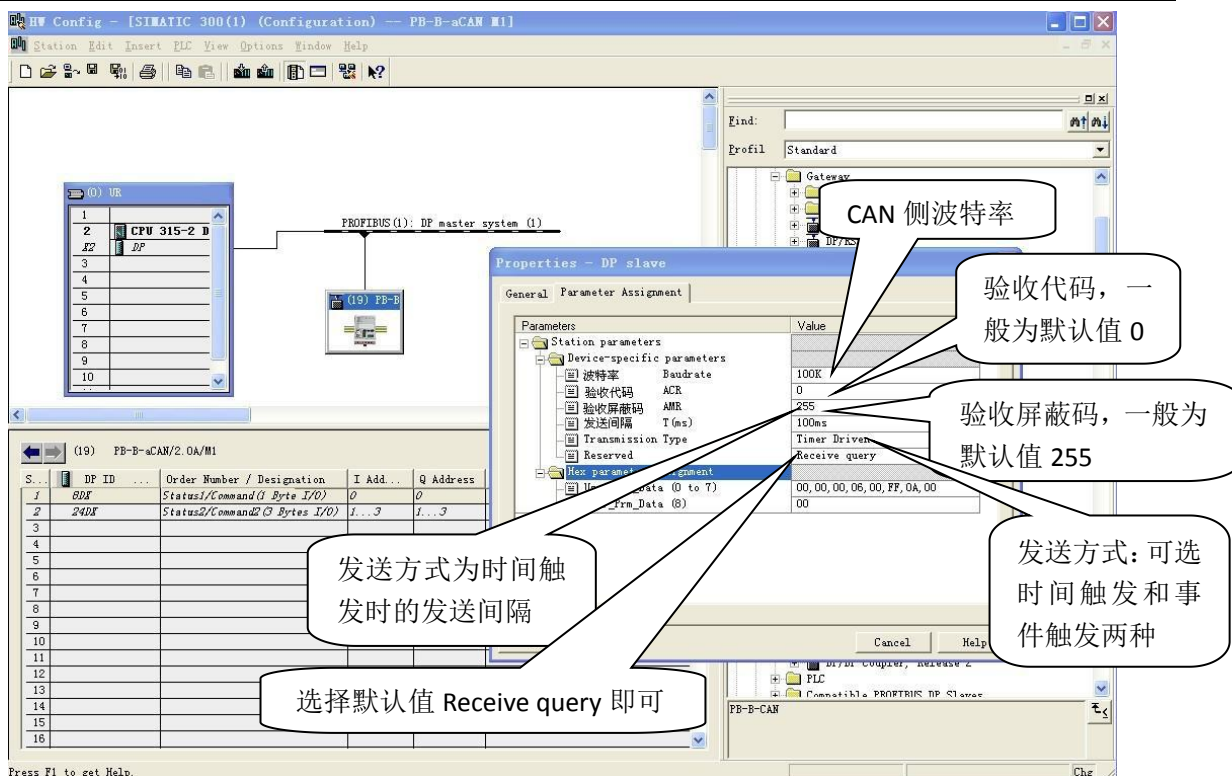

图4-8
双击 PB-B-aCAN/2.0A/M1，弹出 PB-B-aCAN/2.0A/M1 设备配置窗口，选择 Parameter Assignment，设置 CAN 波特率、验收代码、验收屏蔽码、发送间隔、发送类型等见图 4-8:
- ① 配置 CAN 波特率：选中“波特率 Baudrate”→“Value”，本产品支持 5K-1M，见图 4-8。
- ② 验收代码及验收屏蔽码：用来设置屏蔽的 ID，本产品按默认值即可。见图 4-8。
- ③ CAN 的发送间隔：当 Transmission Type 选择 Timer Driven 时，CAN 侧按照此处设定的时间间隔逐条地发送数据。可选范围：1ms-1000ms。见图 4-8。
- ④ 发送方式：选择 Timer Driven 时按照发送间隔设置的时间发送；选择 Event Driven 时为触发模式，即当 PROFIBUS 主站发送给总线桥的数据与上一次发送的有变化时，则 CAN 这边才发送数据到 CAN 总线上，转发给 CAN 设备。见图 4-8。
- ⑤ 接收方式：这里用户一般按默认来即可，即选择 Receive query。见图 4-8。
- ① 在 **Hardware catalog** 中打开**PB-B-aCAN/2.0A/M1**目录